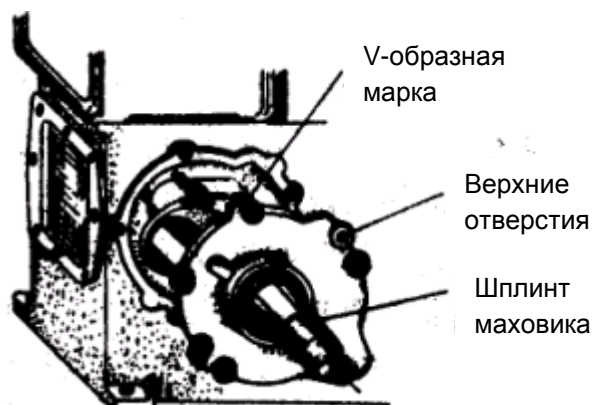

Рис. 27 Демонтаж коленчатого вала
- (1) Снимите распределительную шестерню коленчатого вала с конца корпуса распределительного механизма.
- (2) Снимите статор динамо-машины.
- (3) Отверните все болты на корпусе коренного подшипника.
- (4) Поверните коленчатый вал таким образом, чтобы противовес на коленчатом вале расположился по пазу в блоке цилиндров. Другими словами, шплинт на конусе коленчатого вала должен расположиться на V-образной метке на корпусе коренного подшипника.
- (5) Извлеките корпус коренного подшипника и коленчатый вал из блока цилиндров, одновременно вворачивая два болта (M8 x 35) в винтовые отверстия на корпусе, как показано на рис. 27.